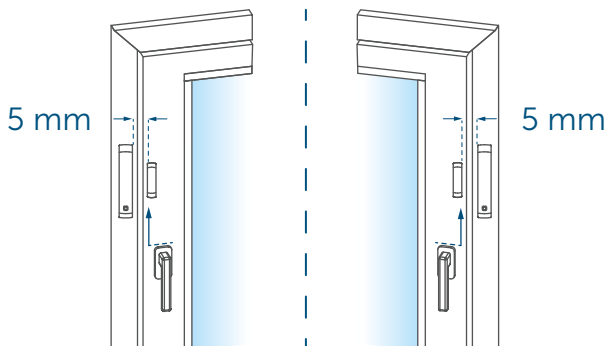

Abbildung 10
- Befestigen Sie den Fenster- und Türkontakt auf der Seite des Fenster-/Türgriffs im oberen Drittel auf dem Fenster-/Türrahmen („Abbildung 10“)
- i** Die Elektronikeinheit und der Magnetkontakt sollten sich möglichst auf der gleichen Höhe befinden. Dafür können Sie beim Magnetkontakt ein Distanzstück (J) einsetzen.
- i** Der ideale Abstand zwischen der Gehäusekante des Fenster- und Türkontakts und des Magnetkontakts beträgt 5 mm („Abbildung 10“).